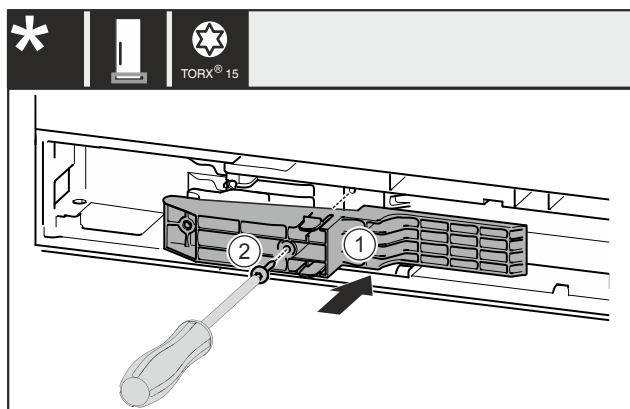

Fig. 48 *
- Vstavite prilagodilnik Fig. 48 (1) na strani z ročajem v odprtino.*
- Zategnite vijak Fig. 48 (2) z izvijačem.*